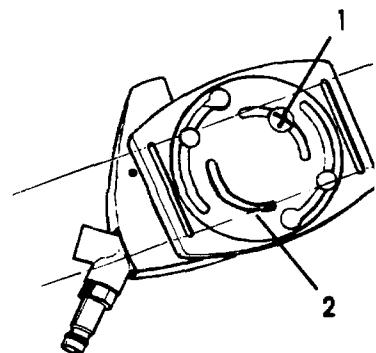

Fig. 2
- a) Suelte el tornillo (Fig. 2 (1)), gire el disco (Fig 2 (2)) y apriete el tornillo.